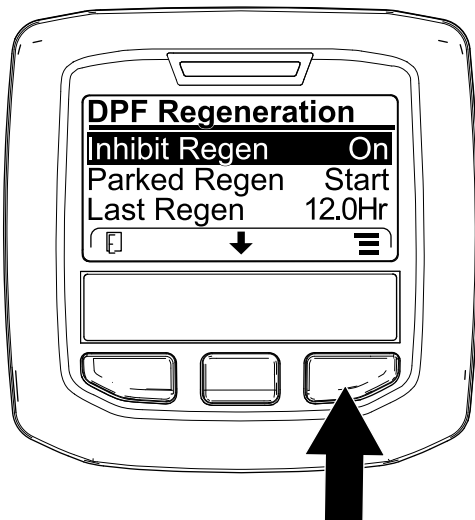
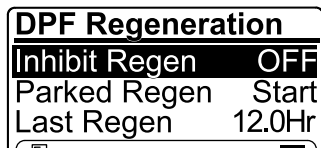

Figure 39
Figure 40
1. Ouvrez le menu DPF Regeneration (régénération du FAP), appuyez sur le bouton central pour naviguer jusqu'à l'option INHIBIT REGEN (interdiction de régénération), et appuyez sur le bouton droit pour la sélectionner (Figure 39).
2. Appuyez sur le bouton droit pour changer l'option d'interdiction de régénération de On (activée) à Off (désactivée) (Figure 39) ou inversement (Figure 40).